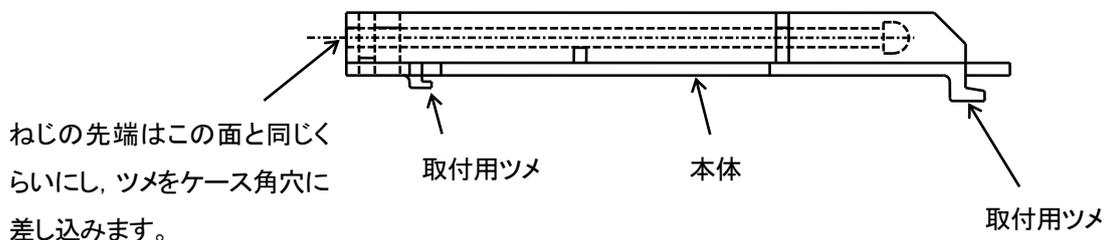

図 3.2 取付ユニット
- 1) 付属品の取付ユニットを, 図 3.2 に従って準備します。